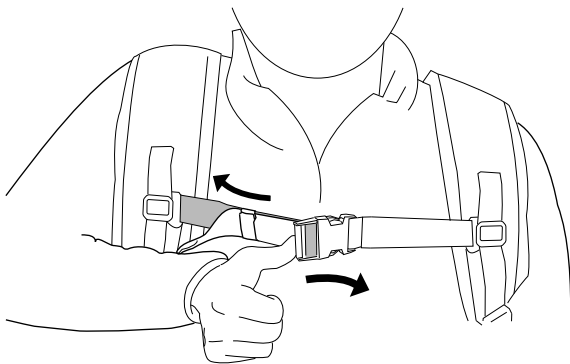

Figure 15
8. Si la sangle de poitrine est trop serrée, poussez le dispositif de réglage vers le côté pour l'allonger (Figure 15).